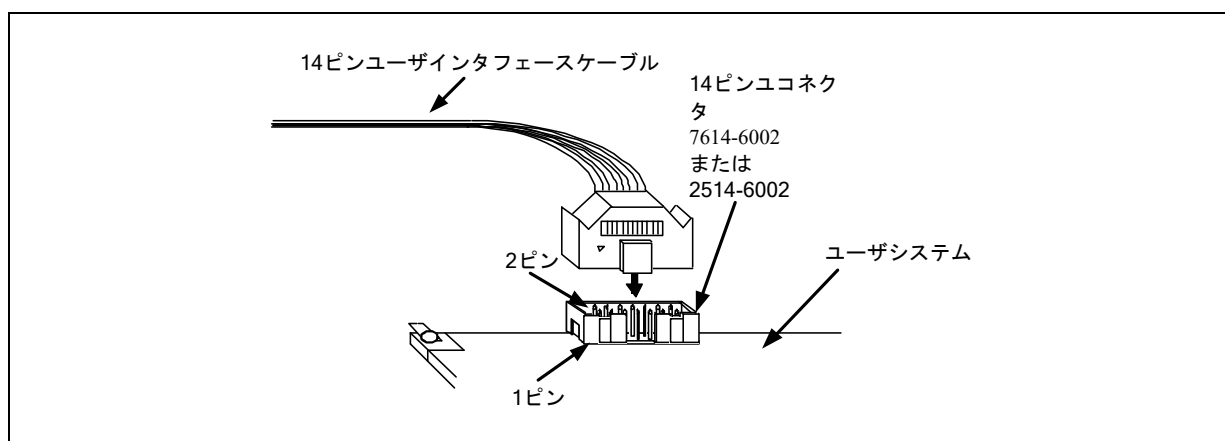
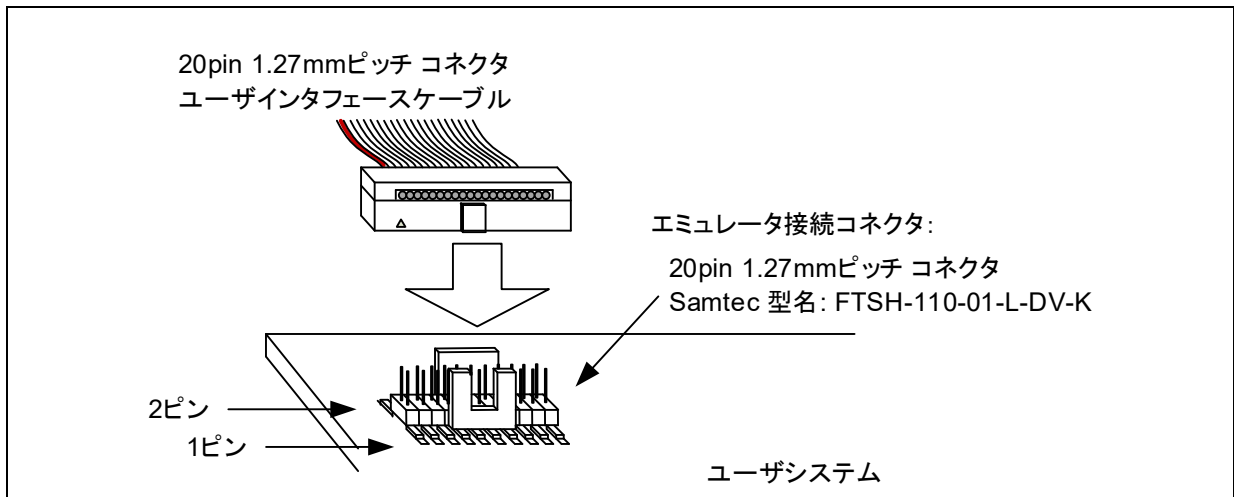

図2.3 E2 Liteでの14ピンコネクタへのユーザインタフェースケーブル接続方法
図2.4 E2 Liteでの20ピンコネクタへの接続方法
- (3) コネクタのピン配置は、対象マイコンのE1/E20エミュレータ，E2エミュレータLite別冊マニュアルを参照してください。
- (4) ユーザシステム上に実装したエミュレータ接続コネクタとE2 Liteをユーザインタフェースケーブルで接続します。図2.3、図2.4にE2 Liteとエミュレータ接続コネクタの接続方法を示します。